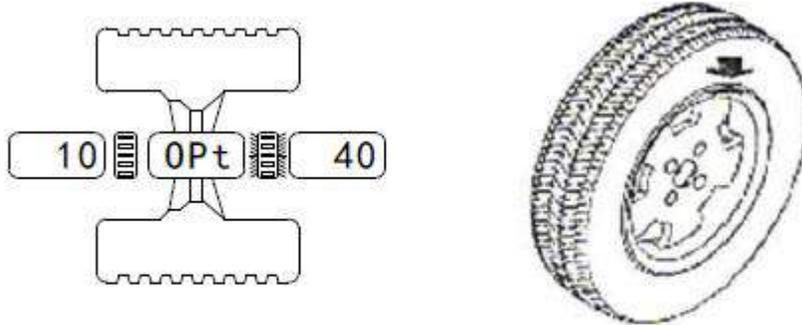

Fig. 3
- Mueva la llanta lentamente en sentido anti horario, cuando el conjunto de LEDs de la derecha se prendan por completo esto indicará que se llegó a la posición angular correcta para colocar el contrapeso (posición 12 en punto) por fuera como en la fig. 3.